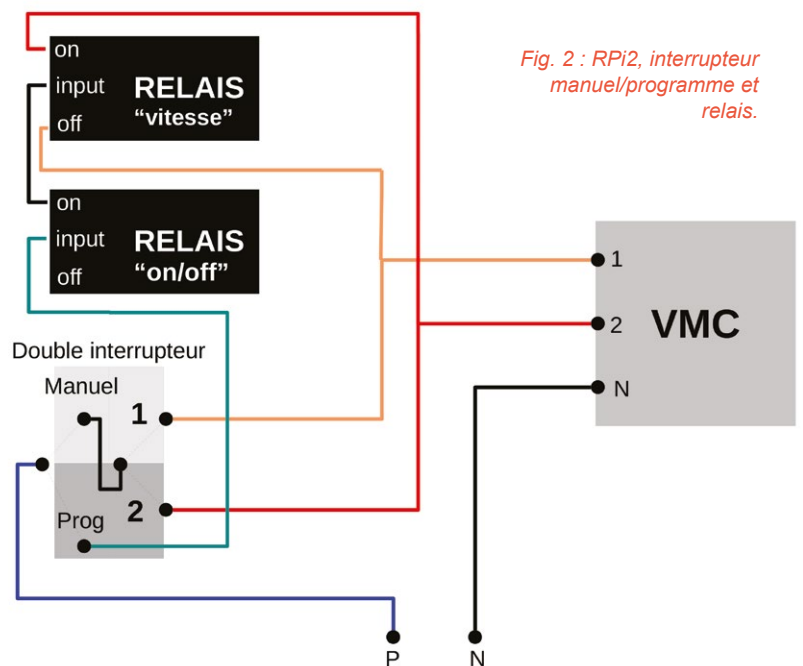

Fig. 2 : RPi2, interrupteur manuel/programme et relais.
- Les deux relais de commande de la VMC. Le relais 1 sert à allumer la VMC, le relais 2 sert à commuter entre vitesse 1 et vitesse 2. Cette commande n'est active que si l'interrupteur de choix entre mode manuel et mode programmé est actif (voir la figure 2, page précédente).